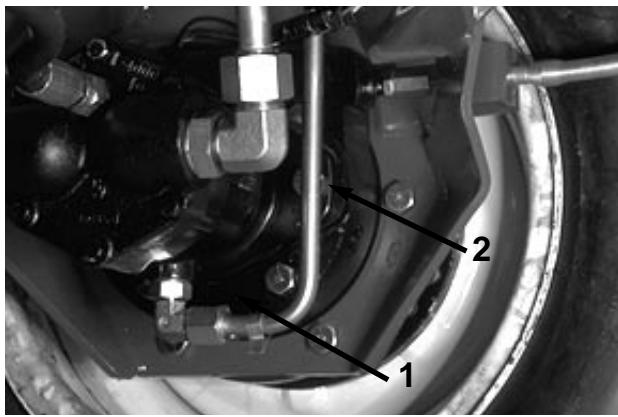

図 20
2. プラネタリのプラグ (図19) とブレーキ裏面の点検プラグ (図20) を抜き、ブレーキ前面と裏面の点検プラグの穴の下端まで油量があれば適正。